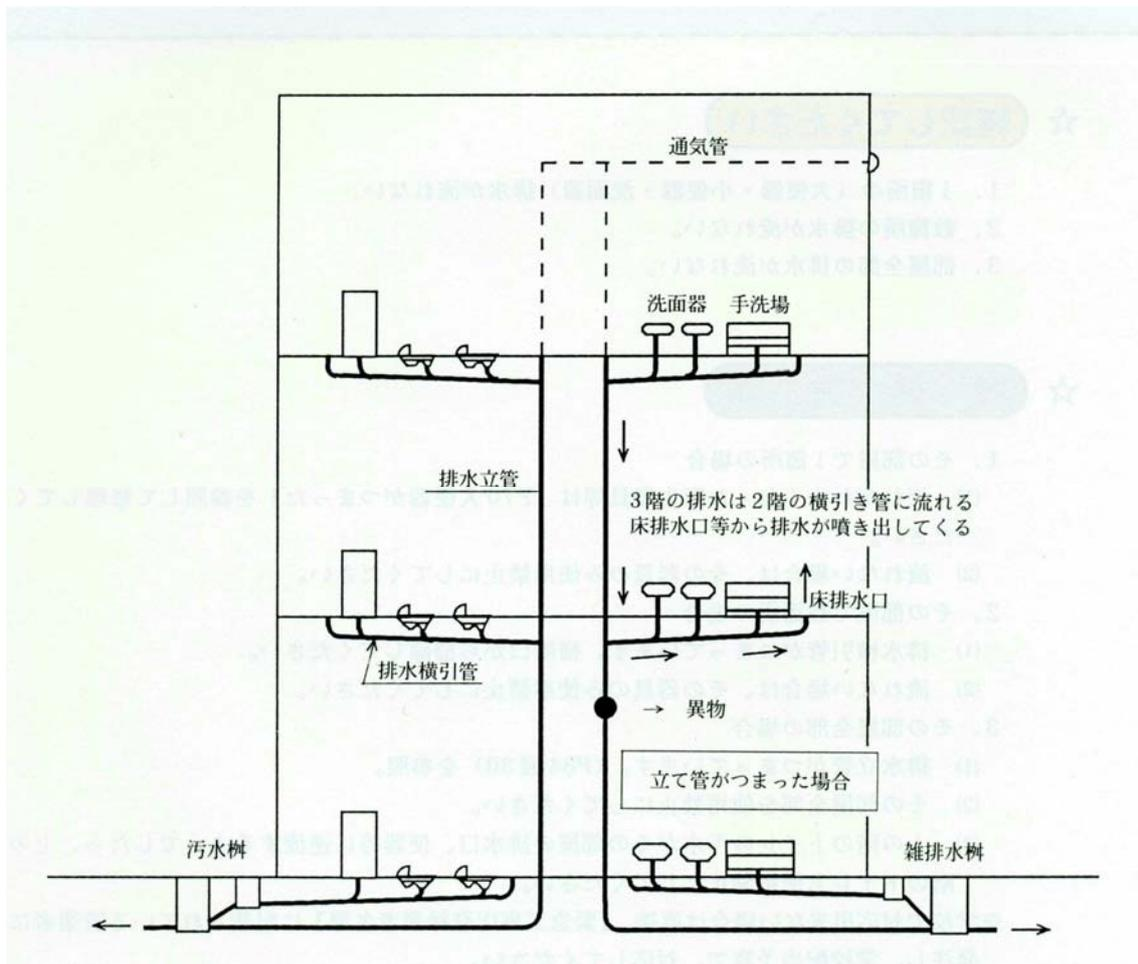

図 2-1 屋外排水管図
- (1) 排水立管がつまっています。（P80 図 2-1）を参照。
- (2) その部屋全部を使用禁止にしてください。
- (3) 上の階のトイレの汚水がその部屋の排水口、便器等に逆流するようでしたら、上の階のトイレも使用禁止にしてください。
この様な場合、その排水管だけではなく、思わない場所の排水管がつまって、上の階で流した水が下の階の排水口からあふれてしまうことにもなりますので、掃除を心がけてください。（P80 図 2-1）